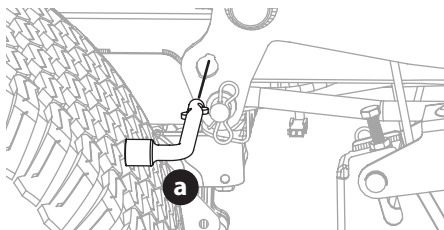

Figure 43
5. Sur les tracteurs équipés du bouton ou de la goupille de levage du plateau de coupe, utilisez la pédale et le bouton de levage du plateau pour placer le plateau dans la position la plus basse puis utilisez l'outil multiple (a) (le cas échéant) pour verrouiller les composants de l'élévateur du plateau en place (Figure 43). Sur les tracteurs équipés d'une poignée de levage du plateau, abaissez le plateau dans la position la plus basse.